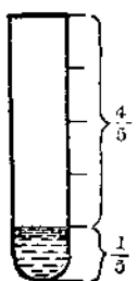
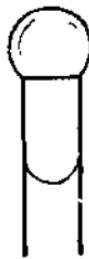

图 3
图 4
1. 培养基的制备：取鱼粉 30 克，加水 500 毫升，煮沸后，保持 80°C 左右的温度，浸半小时。用双层纱布过滤，取滤液。并向滤液中再加开水补足至 500 毫升。用氢氧化钠溶液调 pH 值至 7.0~7.5，再加入琼脂 10 克，加热，并不断搅动，使琼脂全部溶化。两种液体混和后，趁热装到一个个 φ15 毫米、长 150 毫米的试管里去，液面高度是试管长的 1/5\*\*（图 3），500 毫升这种溶液约可装试管 100 支。装好后，把试管口里外揩拭干净，并塞好用棉絮卷成的塞头。棉塞长约 40 毫米，它的 3/5 塞进试管里。棉塞松紧要适度，与管壁间切不可留有缝隙。待管里的溶液冷却凝结后，每 6 支一捆，用纱绳扎起来，棉塞部分要用牛皮纸包裹，以免在灭菌时打湿（参看图 4）。